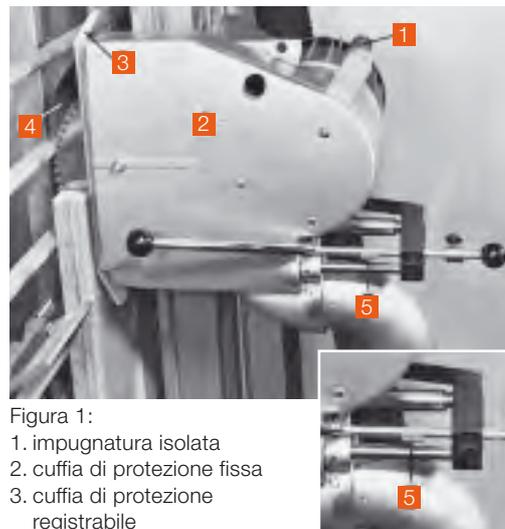
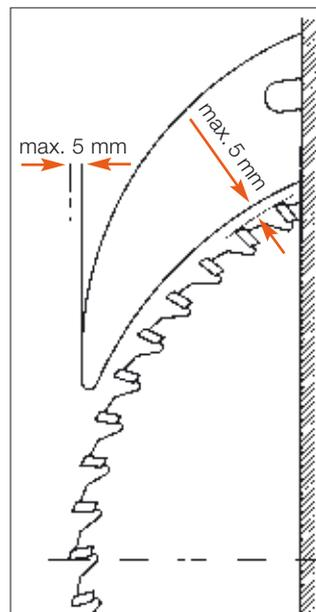

Figura 1:
Figura 2: coltello divisore in posizione di lavoro, allineato in modo corretto.
<p>1 L'impugnatura è isolata? (Figura 1, pos. 1)</p> <p>In caso di danneggiamenti al cavo elettrico c'è il rischio che l'involucro della macchina possa caricarsi elettricamente.</p>	<input type="checkbox"/> sì <input type="checkbox"/> no
<p>3 La parte della lama non interessata al taglio è protetta da un riparo fisso? (Figura 1, pos. 2)</p>	<input type="checkbox"/> sì <input type="checkbox"/> no
<p>4 La parte della lama interessata al taglio (pari circa allo spessore massimo del pezzo da lavorare) è protetta da una cuffia di protezione registrabile? (Figura 1, pos. 3)</p>	<input type="checkbox"/> sì <input type="checkbox"/> no
<p>7 Il coltello divisore è perfettamente allineato (figura 1, pos. 4) e si trova esattamente a filo con la lama circolare? (Figura 2)</p>	<input type="checkbox"/> sì <input type="checkbox"/> no